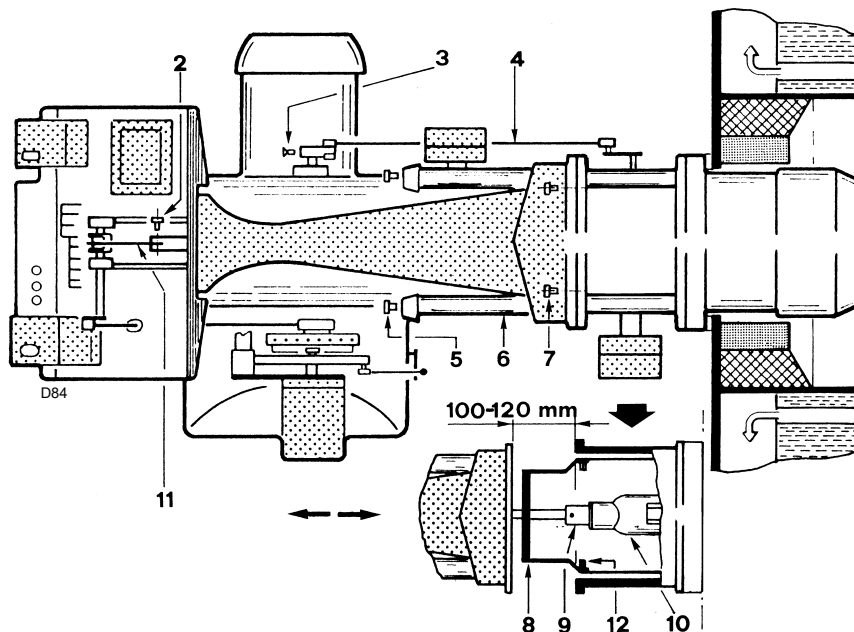

Fig. 36
- Quitar los tornillos 7)(Fig. 36) que fijan el ventilador 3) al manguito 4).